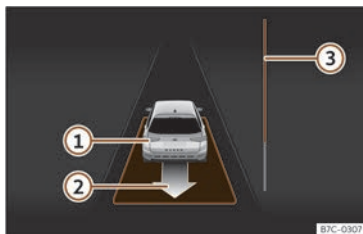

**Fig. 178** Sur l'écran du combiné d'instruments : sortir d'une place de stationnement en créneau.
- Reculez jusqu'à ce que retentisse le signal continu du ParkPilot ; **OU** : reculez jusqu'à ce que l'indication de passer en marche avant apparaisse sur l'écran du combiné d'instruments. La barre de progression»» **fig. 178** ③ indique la distance à parcourir»» page 284.